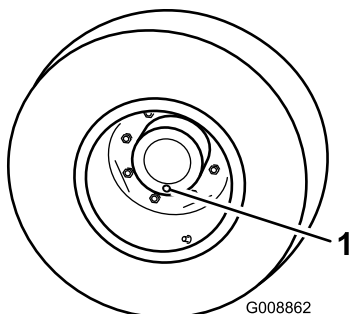

Bild 44
1. Stellen Sie das Rad so, dass sich die Prüf-/Ablassschraube (Bild 44) in der untersten Stellung (6 Uhr) befindet, wenn sich die Maschine auf einer ebenen Fläche befindet.